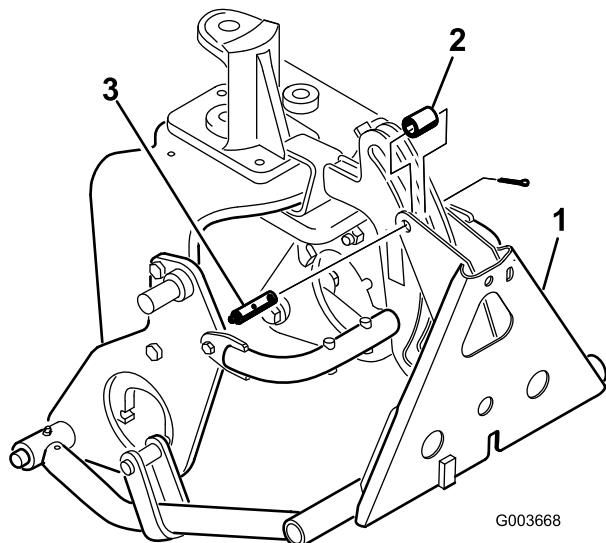

図 10
8. フレーム・アダプタをヒッチ・フレームに取り付ける（チューブ、クレビス・ピン、コッター・ピンを使用する）（図 10）。